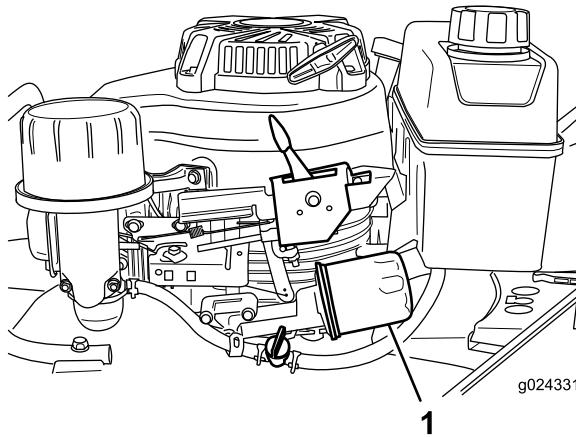

Figure 23
6. Placez un chiffon sous le filtre à huile (Figure 23) pour recueillir l'huile qui peut s'écouler lors de la dépose du filtre.